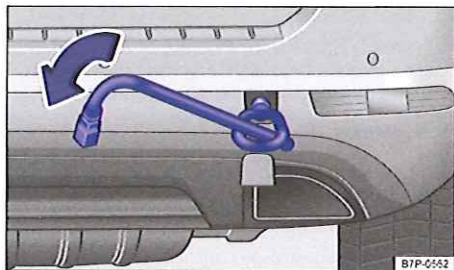

Fig. 292 Dans le pare-chocs arrière, côté droit : vissage de l'œillet de remorquage
- Vissez l'œillet de remorquage aussi fermement que possible dans son logement en le tournant dans le sens inverse des aiguilles d'une montre → fig. 292 → ❶. Utilisez un objet approprié permettant de visser complètement et fermement l'œillet de remorquage dans la fixation.